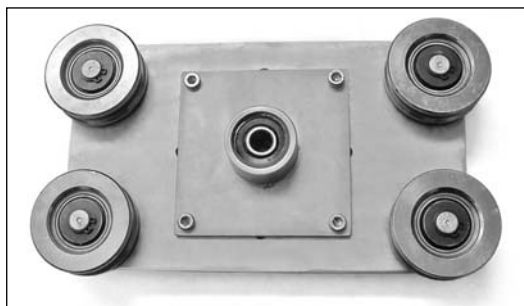

Рис.2.7. Установка суппорта SBB32.
- 2.3.** Закрепить суппорт SBB32 к каретке, устанавливаемой со стороны, противоположной приводу, при помощи четырех болтов М6х10 с шестигранной головкой с размером под ключ S10 или винтов с цилиндрической головкой с внутренним шестигранником S5 (рис.2.7).